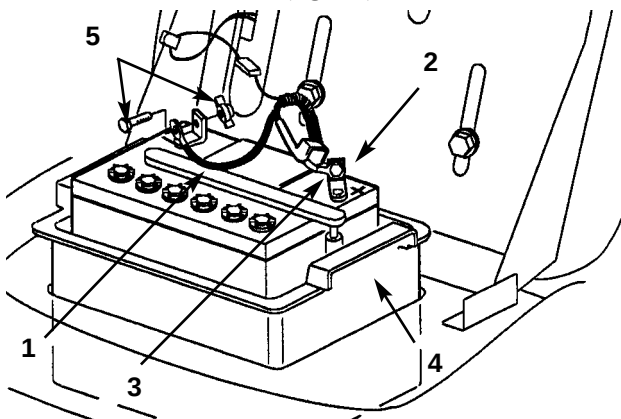
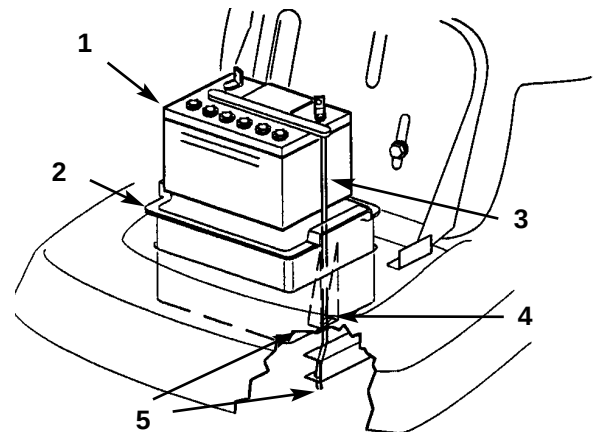

Fig. 21
Fig. 22
3. Afbryd det negative (sorte) stelkabel fra batteriklemmen (fig. 21).
4. Skub gummihætten op ad det positive (røde) kabel. Afbryd det positive (røde) kabel fra batteriklemmen (fig. 21).
5. Fjern batterikassen, batteriet og det lange ventilationsrør fra chassiset (fig. 22).
1. Sæt batteriet ind i batterikassen og skub ventilationsrøret ind i kanalen og gennem åbningen i bunden af kassen (fig. 21).
VIGTIGT: Se ned i udskæringen, hvor batterikassen passer ind i chassiset. Bemærk hullet ved enden af rammens højre vange (fig. 21). Stik altid det lange batteriventilationsrør gennem hullet for at forhindre, at batterisyre korroderer traktoren og klippeenheten.
2. Sæt batterikassen og batteriet ind i chassiset (fig. 21). Sørg for at stikke enden af ventilationsrøret gennem hullet i rammen (fig. 22).
3. Med bolten og vingemøtrikken forbind det positive (røde) kabel med den positive (+) batteriklemme (fig. 21). Sæt gummihætten på batteriklemmen.
4. Med bolten og vingemøtrikken forbind det negative (sorte) kabel med den negative (-) batteriklemme (fig. 21).